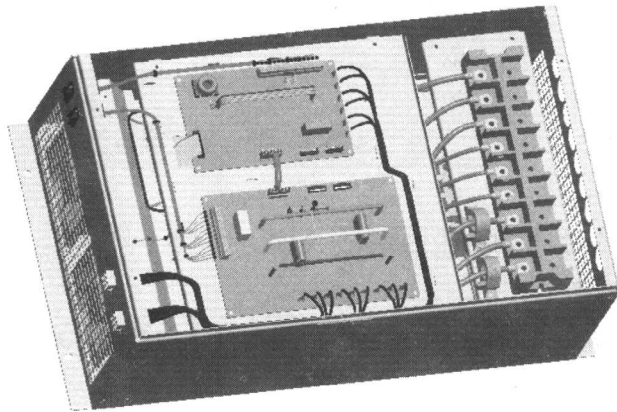

图1-4 数字化样机
1. 观察图 1-4, 该机柜包括钣金件、PCB 板、电气元件和线缆等, 与实际样机完全吻合, 称之为 Pro/E 构筑的数字化样机。相关人员可以对数字化样机进行评审, 发现结构设计和布线工艺中存在的问题, 及时进行修改。这样做可以将问题解决在设计阶段, 从而缩短开发周期, 提高设计质量。